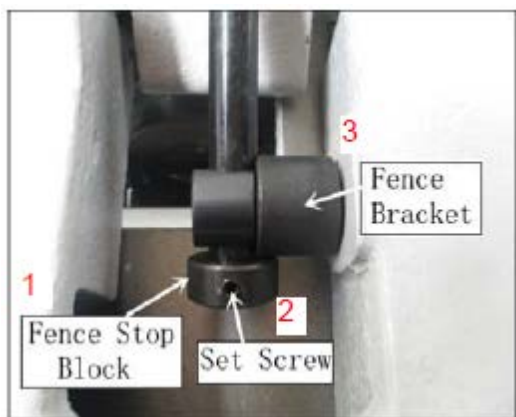

Рис. 17: 1 – упорная колодка параллельного упора. 2 – установочный винт, 3 – кронштейн параллельного упора
2. Ослабить установочный винт на упорной колодке параллельного упора, как показано на рис. 17.